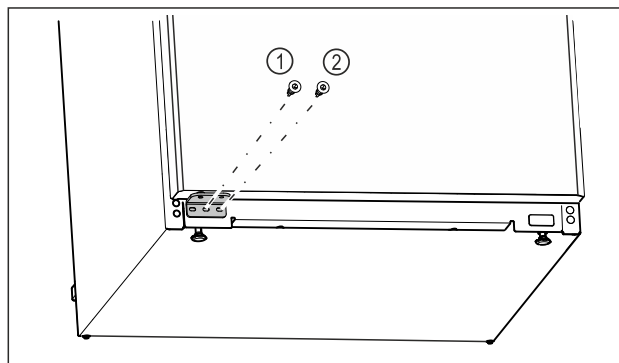

Fig. 18
- ▶ Serrer la vis centrale du support de palier *Fig. 18 (1)* avec un tournevis Torx 20.
- ▶ Serrer la vis intérieure du support de palier *Fig. 18 (2)* avec un tournevis Torx 20.